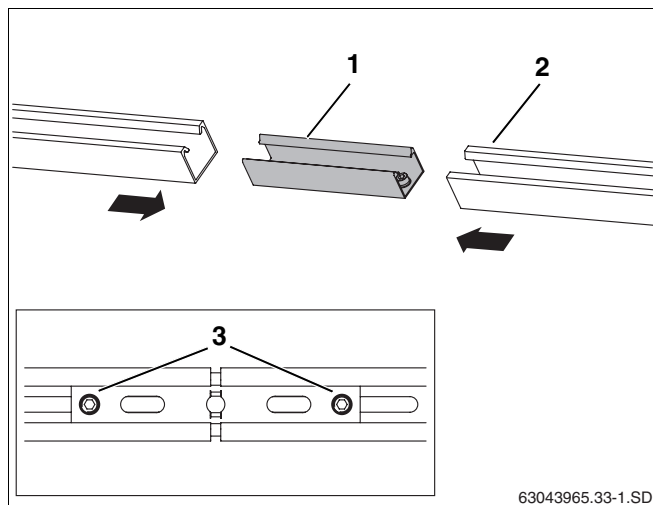

Fig. 31 Collegare le guide profilate
- ▶ Spingere il giunto ad innesto (fig. 31, **pos. 1**) fino all'arresto in entrambe le guide profilate (fig. 31, **pos. 2**).
- ▶ Per eseguire il bloccaggio, serrare le due viti premontate con intaglio M10 (fig. 31, **pos. 3**) nel giunto ad innesto servendosi della chiave SW5.